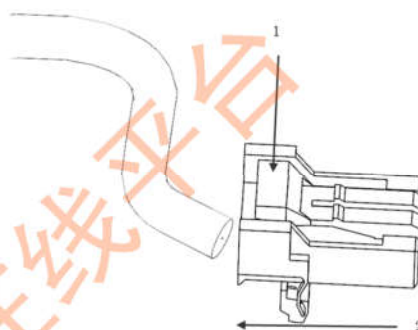

图8-1-11 电动背门开关组接插件拆卸示意图
d. 拆卸电动背门开关组接插件：如图8-1-11，用力沿箭头1方向压住卡脚，再沿箭头2方向拔出线束插头。